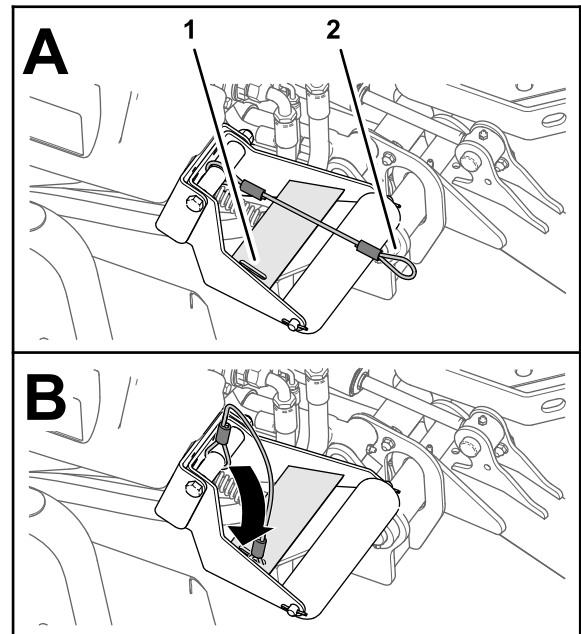

Figure 34
4. Les unités de coupe étant abaissées, enfilez la boucle du cordon dans la fente de la plaque de renfort du support de rouleau (Figure 34).